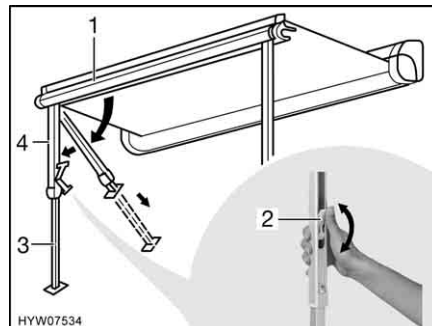

Fig. 13 Installazione dei montanti di supporto
- Rimuovere i montanti di supporto (Fig. 13,4) dal listello anteriore (Fig. 13,1) esercitando una leggera pressione verso l'esterno, quindi ribaltarli e collocarli.
- Estrarre la parte inferiore dei montanti di supporto (Fig. 13,3) fino alla lunghezza desiderata.
- Chiudere il bloccaggio presente sui montanti di supporto. A tale scopo, spingere la leva di serraggio (Fig. 13,2) verso l'alto.